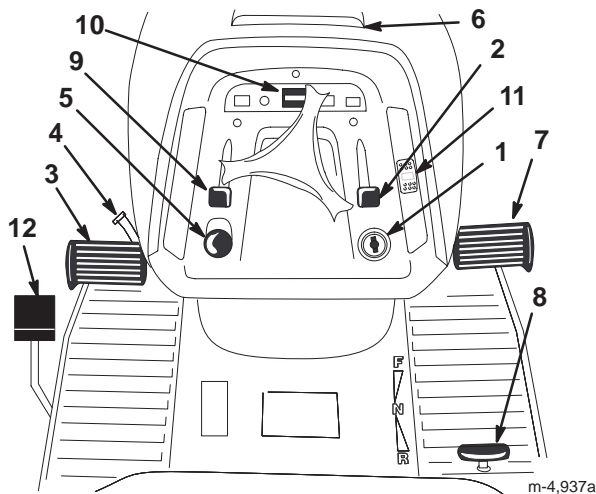

Bild 2
Machen Sie sich mit den Bedienungselementen (Bild 2) vertraut, bevor Sie den Motor anlassen oder den Traktor einsetzen.
1. Drücken Sie das Bremspedal (Bild 2) durch und halten es in der gedrückten Position.
2. Drehen Sie den Feststellbremshebel (Bild 2) gegen den Uhrzeigersinn und nehmen den Fuß langsam vom Bremspedal.
1. Treten Sie auf das Bremspedal (Bild 2).
2. Drücken Sie den Tempomat-Schalter in die „Ein“-Stellung (Bild 2).
Der Betriebsstundenzähler befindet sich auf dem Instrumentarium (Bild 2) und zeigt die Stunden an, die von dem Traktor absolviert wurden.